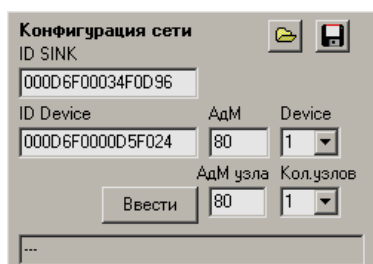

Рисунок 7.51
7.7.4 Выбрать файл конфигурации сети (например, «A340.zrb») и нажать на кнопку «Открыть». В результате на экране отобразится считанная конфигурация сети (рисунок 7.51).